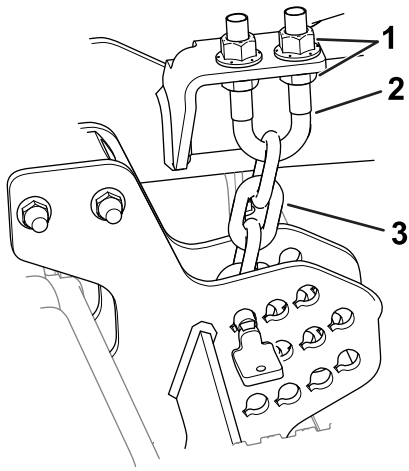

图 6
6. 松开剪草高度链条 U 形螺栓上的下锁紧螺母 图 6。
7. 调节螺母图 6 以升起或放低滚刀组后部使后部刀片的边缘比前缘高 6-10mm。